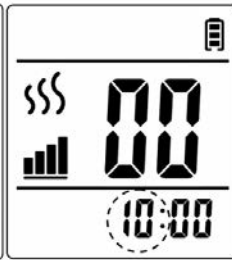

Abb. 2-2
2. Drücken Sie die Taste **CLOCK**. Die Stundenziffern beginnen zu blinken (siehe Abb. 2-2). Verwenden Sie die Aufwärts- oder Abwärtstaste, um die Stunde einzustellen.